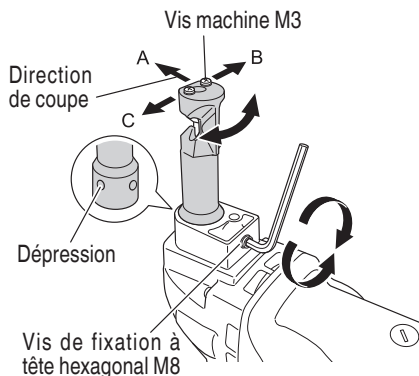

Fig. 8
- (1) Remplacement de la perforatrice
- (a) Desserer la vis de fixation à tête hexagonale M8 du support de moule (voir Fig. 8) et enlever le support de moule.